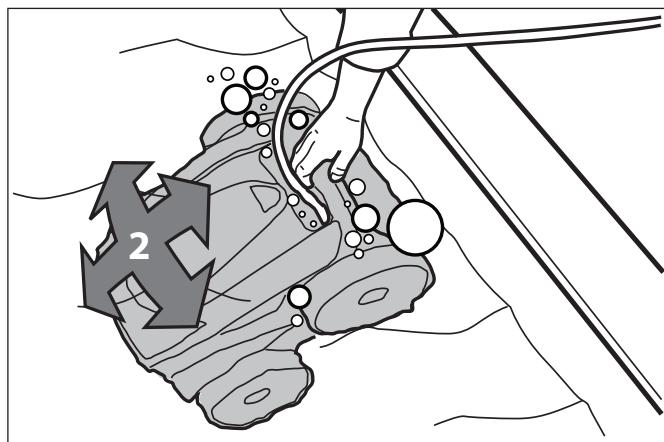

Figure 13. Nettoyeur descendant au fond de la piscine
2. Assurez-vous que le nettoyeur descende jusqu'au fond de la piscine et ne flotte pas (Figure 13).